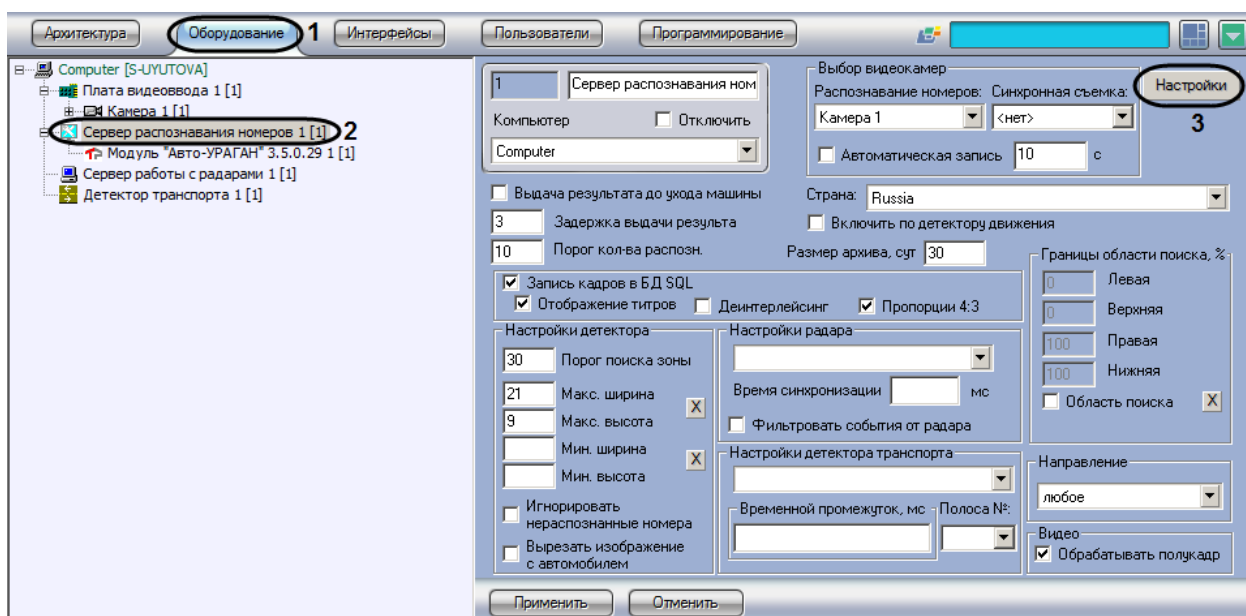

Рис. 7.2—10. Доступ к параметрам цифровой подписи
2. В дереве объектов на вкладке «Оборудование» выбрать объект «Сервер распознавания номеров», соответствующий активированному программному модулю «Авто-УРАГАН 3.5.0.29» (см. раздел «Активация программного модуля, используемого для распознавания номеров», Рис. 7.2—10, 2). В правой части вкладки «Оборудование» отобразится панель настройки выбранного объекта.
3. Нажать кнопку «Настройка» (см. Рис. 7.2—10, 3).